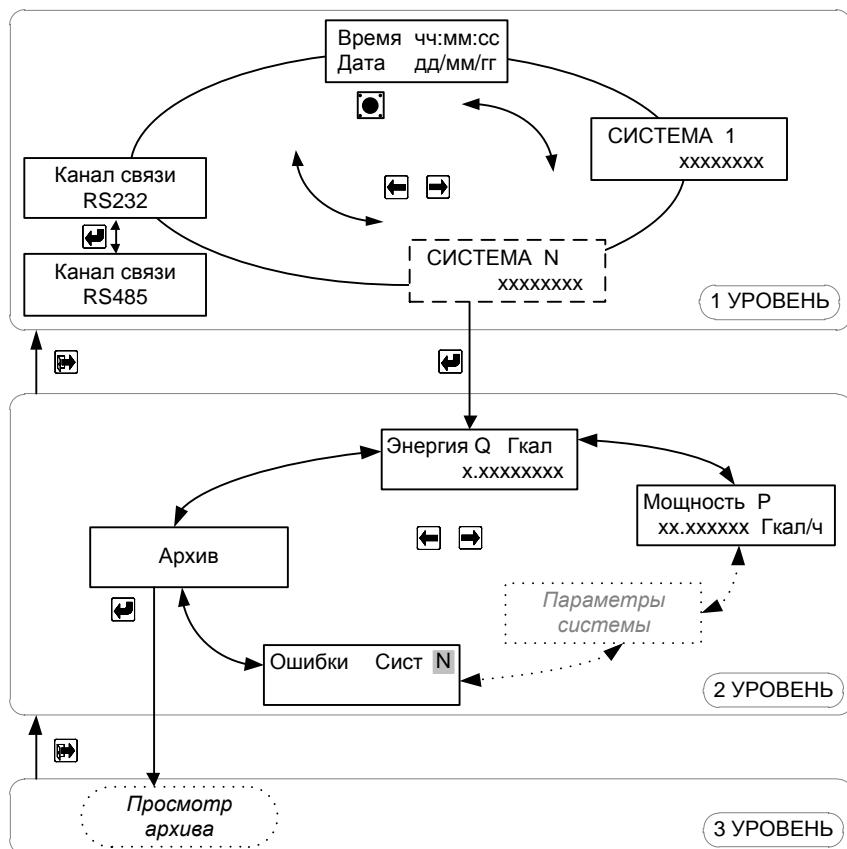

Рис. 7.2
7.3.3 Порядок перехода между окнами режима «Рабочий» изображен на рис. 7.2.
Рис. 7.2а